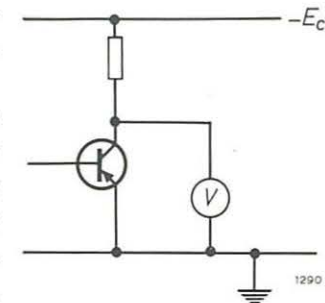

Fig. 1
1. Mesure de la tension de Zener V_{TO} du collecteur (fig. 1)